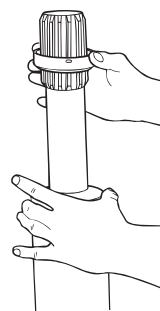

Figura 4.20
4. Instale el nuevo protector. Figura 4.20.